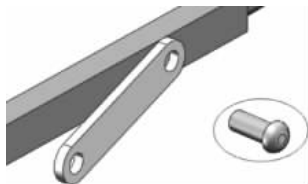

图 3-22 插入销钉
(4) 插入零件【销钉】,放置到装配体环境中的空白位置,如图 3-22 所示。